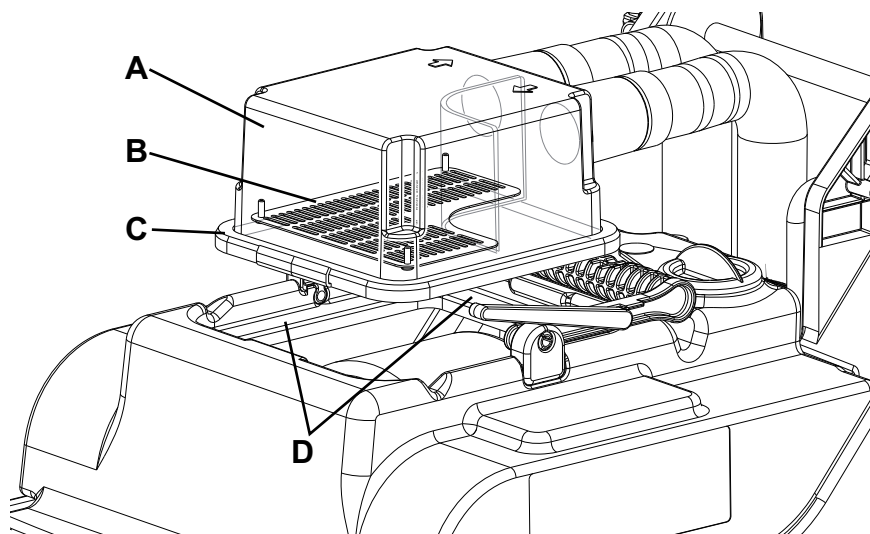

Figure 5
2. Vérifier que le câble d'alimentation (10) est débranché du réseau électrique.
4. Soulever le couvercle transparent (A, Fig. 5) et le nettoyer soigneusement.